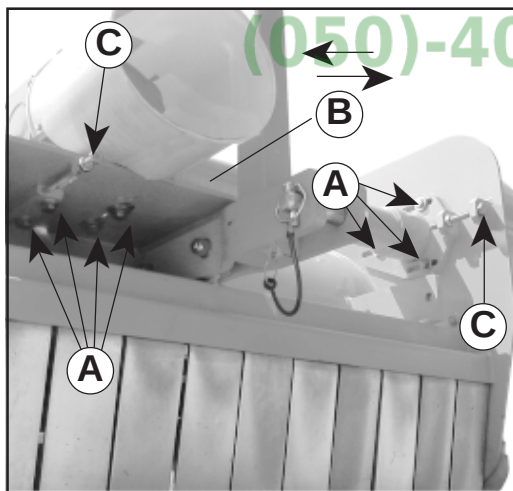

Fig. 14
- Allentare le viti che fissano il moltiplicatore alla carpenteria (A Fig. 14).
- Andare ad agire sulle due viti di registro (C Fig. 14) facendo in modo che le cinghie raggiungano la corretta tensione.
- Loosen the bolts that fix the overdrive to the structure (A Fig. 14).
- Work on the two adjuster screws (C Fig. 14) in order to correctly tighten the belts.
- Die Schrauben lockern, die das Übersetzungsgetriebe an den Stahlteilen befestigen (A Abb. 14).
- Die beiden Schrauben der Einstellvorrichtung (C, Abb. 14) so einstellen, daß die Riemen korrekt gespannt werden.
- Desserrer les vis qui fixent le multiplicateur à la charpente (A Fig. 14).
- Agir sur les deux vis de réglage (C fig. 14) en faisant en sorte que les courroies atteignent la tension souhaitée ;
- Aflojar los tornillos que fijan el multiplicador al armazón (A Fig. 14).
- Con los dos tornillos de regulación (C fig. 14), tensar correctamente las correas.